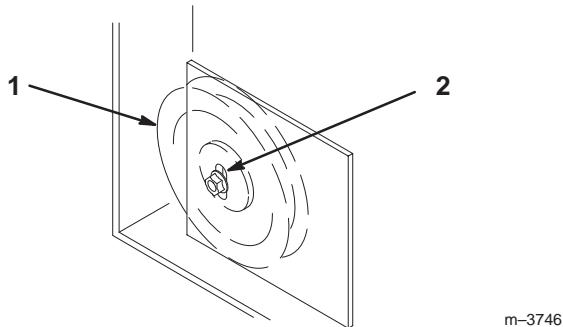

Figure 78
- 11.** Si la plaque de la poulie de tension touche le bout de la fente de réglage et qu'il faut encore tendre la courroie, une légère modification de la poulie de tension fixe droite peut offrir un réglage de tension supplémentaire (Fig. 78).